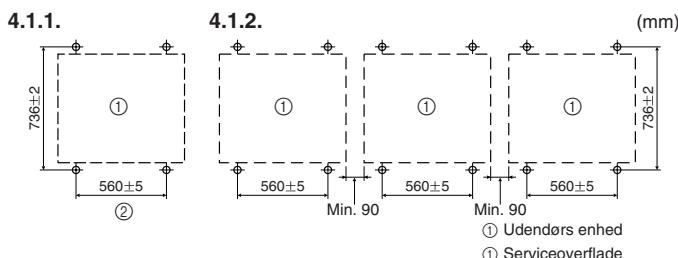

Fig. 4-1
4.1.1. Ved installation af en enkelt udendørs enhed (Fig. 4-1)